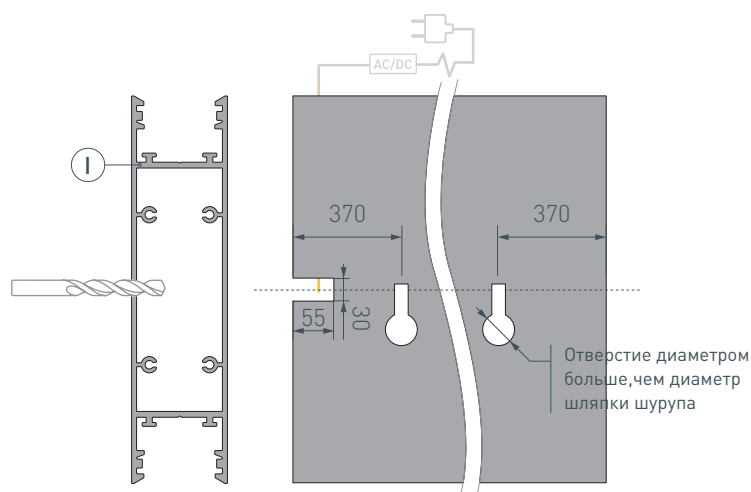

Рис. 1. Вид сзади, подготовка отверстий
- 1 /** Для профиля I длиной 2000 мм и более просверлите на задней стенке с каждой стороны по 2 отверстия с диаметрами больше, чем диаметр шляпки шурупа (чтобы могла пройти шляпка шурупа), для крепления к поверхности на расстоянии 370 мм от каждого края. Чуть выше сделать прорезь шириной, равной диаметру резьбы шурупа. Затем подготовьте еще 1 отверстие с одного края профиля размером 55×30 мм для вывода кабеля блока питания, как показано на рис. 1.